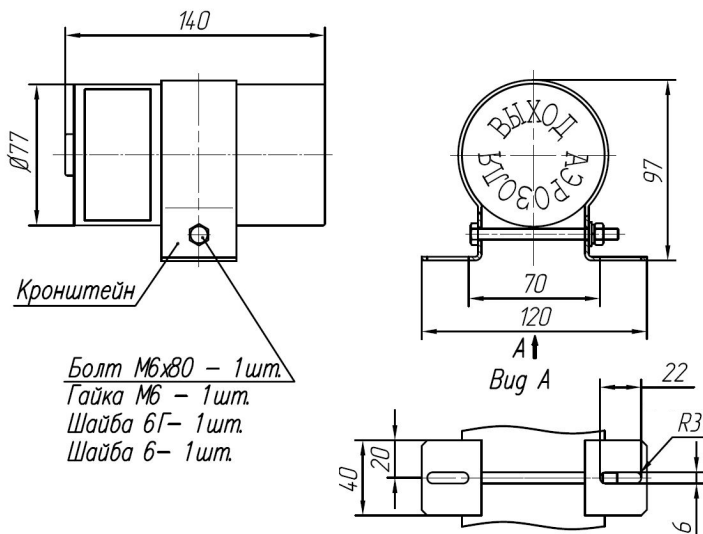

Рисунок 2 - Способ крепления ГОА
6.3 ГОА монтируется с помощью кронштейна крепления (см. рисунок 2) на жестких горизонтальных или вертикальных конструкциях защищаемого объекта. Кронштейны крепятся к корпусу с помощью входящих в комплект метизов. Кронштейны не должны закрывать, либо частично перекрывать сопловые отверстия корпуса, закрытые наклейкой «Выход аэрозоля». Для крепления кронштейнов к конструкции в них выполнены два отверстия, координаты отверстий кронштейна крепления показаны на рисунке 2. Метизы для крепления кронштейнов ГОА к конструкциям объекта в комплект поставки не входят.